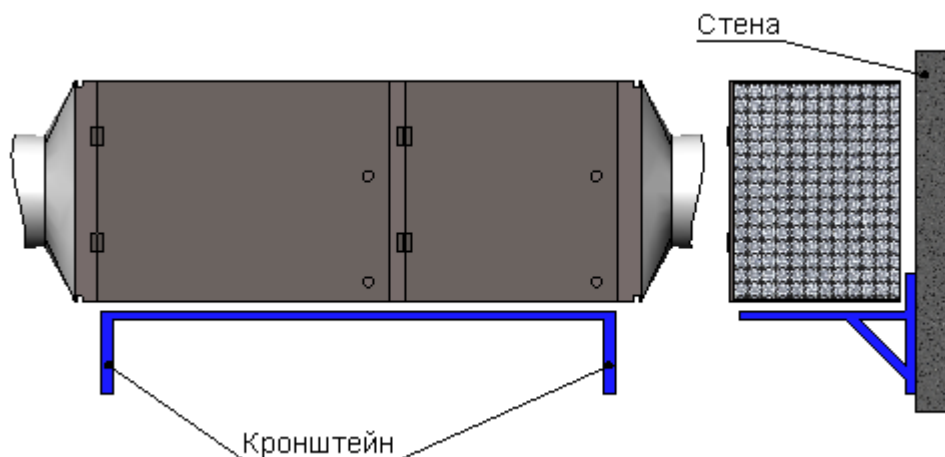

РИС. 2. КРЕПЛЕНИЕ ОБОРУДОВАНИЯ К СТЕНЕ
- на кронштейны, закрепленные на стене (рис. 2);